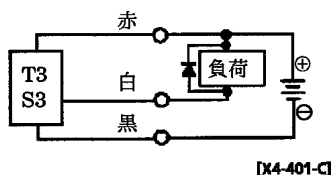

図3 誘導性負荷にサージ吸収素子（ダイオード）を併用した例。ダイオードは日立製作所製V06C又は相当品を使用してください。
(2) 出力回路保護
- ・誘導性負荷（リレー、電磁弁）を接続する場合には、スイッチOFF時にサージ電圧が発生しますので図3に示す保護回路を必ず設けてください。